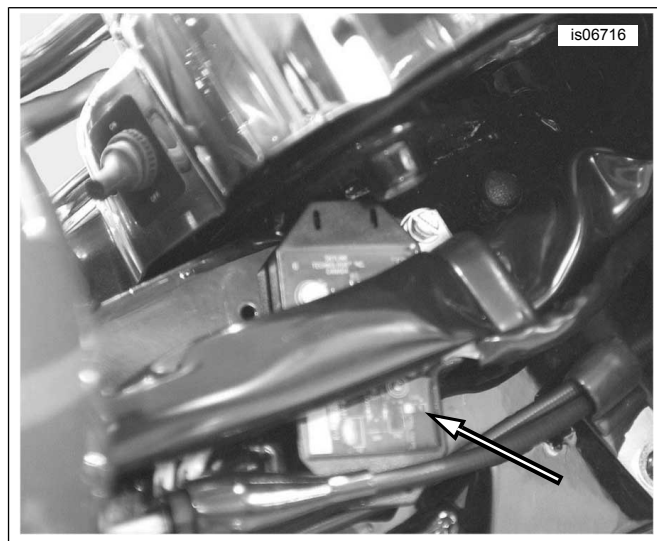

Abbildung 10. Montage des Senders in der Nähe des Tauchrohrs (FLHR bis 2013)
FLHR Touring-/FLRT Trike-Modelle (alle)	Rechte Rahmenseite in der Nähe des Tauchrohrs, im Scheinwerfertopf, mit Schaumstoffpolster (zuerst Scheinwerfer ausbauen) ( Siehe Abbildung 10. ).
3. Siehe Abbildung 10 >. Den Sender an der rechten Rahmenseite in der Nähe des Tauchrohrs montieren.